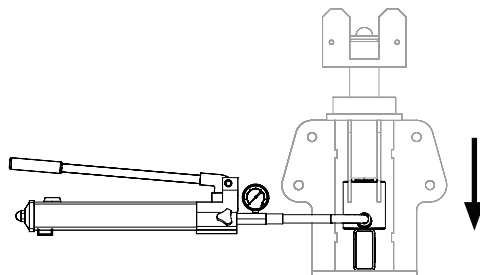

Fig. C2.03d
6. Abbassare la pressione dal cilindro idraulico (50.1). (Fig. C2.03d)
8. Rimuovere il tubo dell'albero di testa ATS (73).
9. Regolare l'altezza per tutti i 4 alberi di testa (2).